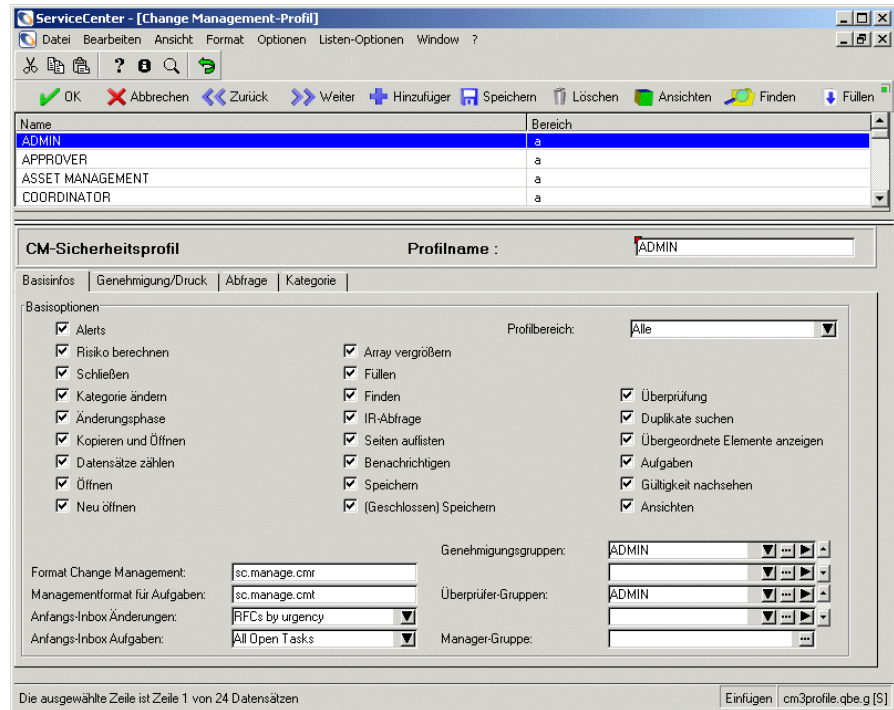

Abbildung 10-9: CM-Sicherheitsprofil mit einer Datensatzliste
- 4 Klicken Sie auf **Suchen**, um eine *wahre* Suche (true) durchzuführen und eine Liste aller aktuellen Profildatensätze abzurufen. Abbildung 10-9 zeigt eine QBE-Liste der Profildatensätze.